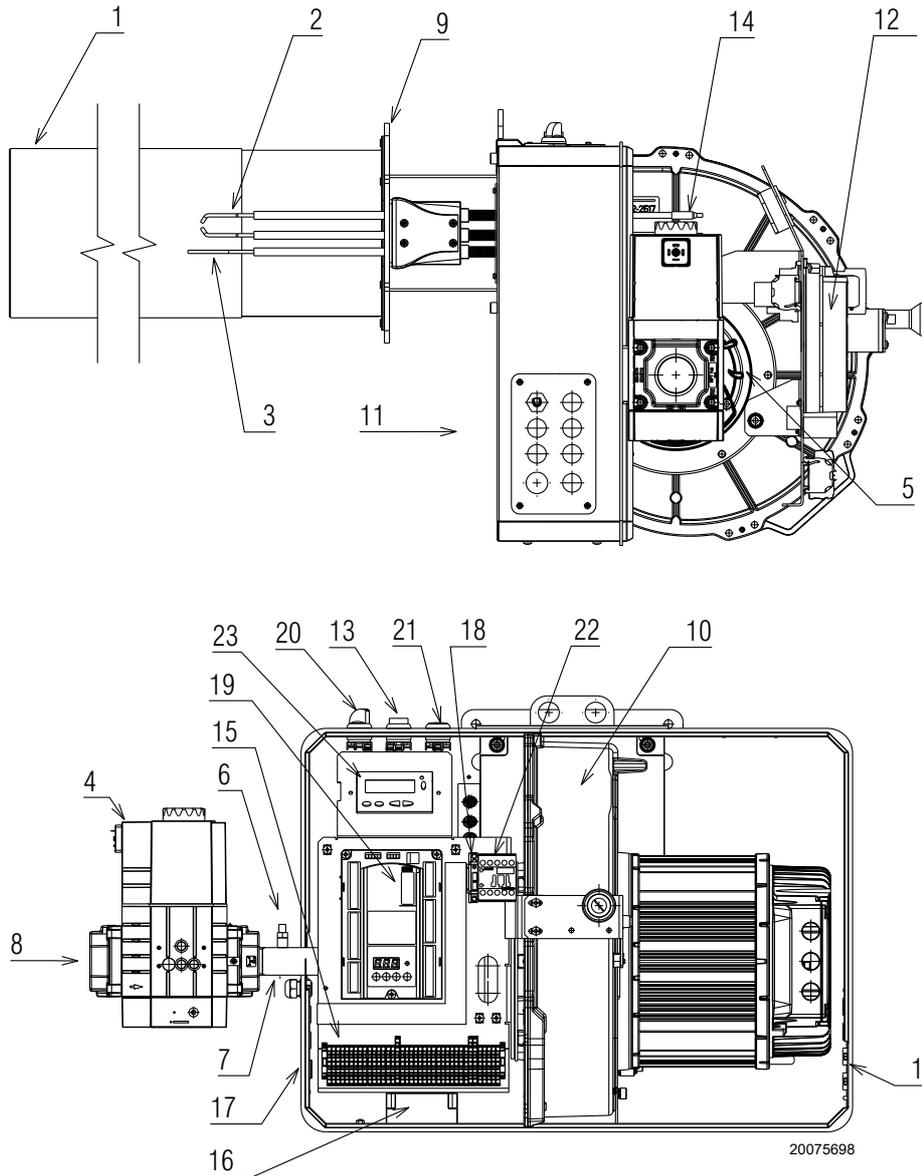

Fig. 2
(1) Conditions de référence: Température ambiante 20° C - Température du gaz 15° C - Pression barométrique 1 013 mbar - Altitude 0 m s.n.m.
(2) Pression de gaz d'entrée 8)(Fig. 2) avec pression zéro dans la chambre de combustion et à la puissance maximale du brûleur.
(3) Pression sonore mesurée dans le laboratoire de combustion du constructeur, avec le brûleur fonctionnant sur la chaudière d'essai, aux puissances maximale, moyenne et minimale de modulation. La Puissance sonore est mesurée selon la méthode «Free Field», prévue par la Norme EN 15036 et la classe de précision «Accuracy: Category 3», comme décrit par la Norme EN ISO 3746.
l'allumage du bouton 13)(Fig. 2) avertit que le brûleur est en sécurité.